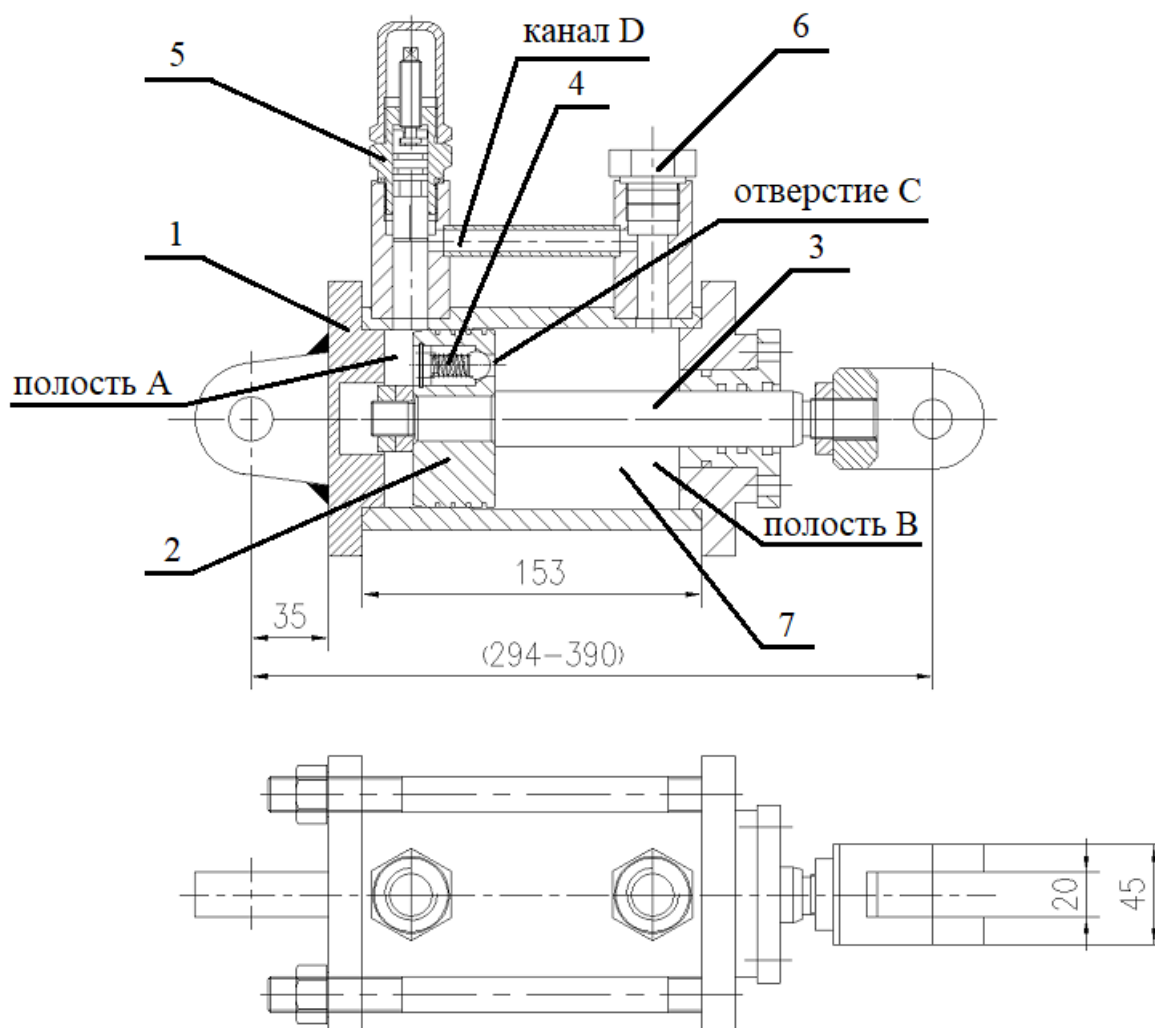

Рисунок 3. Устройство гидравлического демпфера
1.3.4. Основные элементы конструкции гидравлического демпфера показаны на рис. 3, в качестве рабочей жидкости используется гидравлическое масло 32 или 46, кинематической вязкостью 32 мм²/с или 46 мм²/с соответственно. Объем масла составляет 250-300 мл, заливать масло следует выкрутив пробку 6, когда диск клапана полностью закрыт, по завершении установить пробку 6 обратно (рис. 3).
1.3.5. Принцип действия демпфера – под действием внешней силы поршень (2) совершает возвратно-поступательное движение. Когда клапан открывается, шток (3) выходит из цилиндра (1), масло (7) давит на шарик с пружиной (4) и открывает отверстие «С», далее масло (7) перетекает из полости «В» в полость «А», при этом демпфирования не происходит. Когда клапан закрывается, шток (3) входит в цилиндр (1), масло (7) давит на шарик с пружиной (4), прижимает шарик к седлу и закрывает отверстие «С», затем масло (7) по каналу «D» через дроссельную заслонку (5) перетекает из полости «А» в полость «В», данный процесс сопровождается демпфированием (рис.3).
1.3.6. Допускается производить регулирование демпфирования, путем изменения проходного сечения канала «D» за счет вращения дроссельной заслонки (5). Вращением дроссельной заслонки (5) по часовой стрелке уменьшается проходное сечение канала «D», увеличивается эффект демпфирования и снижается скорость закрытия клапана, при вращении дроссельной заслонки (5) против часовой стрелки – происходят обратные процессы (рис.3).